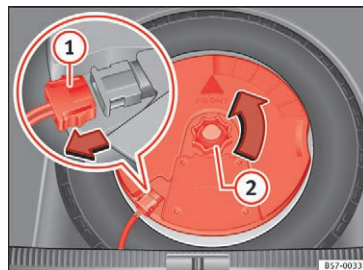

Fig. 229 I bagagerummet: afmontering af subwoofer
- Afbryd højttalerkablet til *subwooferen* » **Fig. 229 ①**.
- Drej håndhjulet ud mod uret » **Fig. 229 ②**.